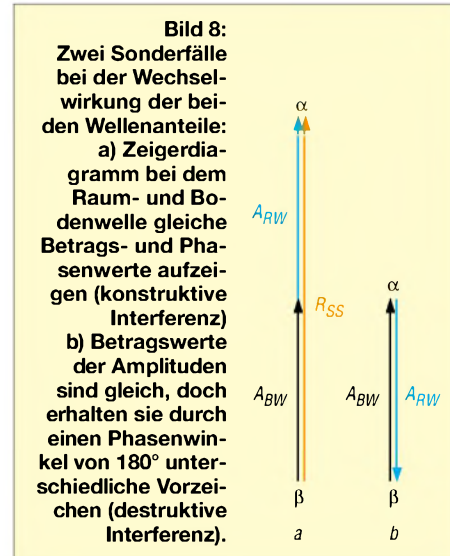

Bild 8: Zwei Sonderfälle bei der Wechselwirkung der beiden Wellenanteile:
1. Die Signale erscheinen gleichphasig, es erfolgt eine Verstärkung des Empfangspegels – konstruktive Interferenz, Bild 8 a.
2. Die Signale erscheinen gegenphasig, es stellt sich eine Pegelabsenkung bis hin zur Auslöschung ein (bei Entfernungen zum Sender, in denen sich gleiche Pegelbetragswerte einstellen) – destruktive Interferenz, Bild 8 b.